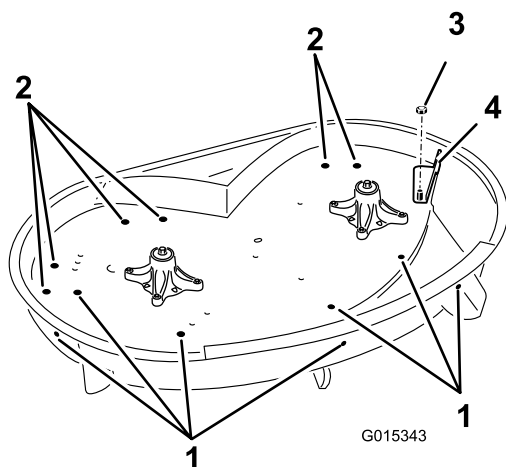

Figure 1
5. Localisez les trous illustrés à la Figure 1 et procédez comme suit :